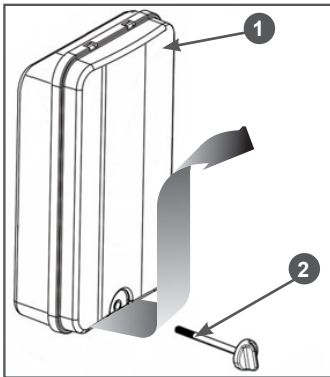

Рис. 14 Снятие крышки воздушного фильтра
1. Открутите винт 2 крепления крышки воздушного фильтра. Далее оттяните нижнюю часть крышки 1 воздушного фильтра на 2-3 см от корпуса воздушного фильтра, после чего подуйте её вверх и снимите с корпуса (Рис. 14).